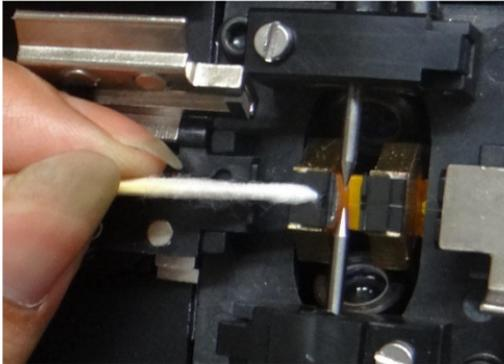

Abbildung 5.2
2. Verwenden Sie ein mit Alkohol getränktes Wattestäbchen, um die Oberfläche und den Boden der V-Rille zu reinigen. Zum Schluss sollte der Alkohol natürlich an der Luft trocknen oder mit dem trockenen Wattestäbchen abgewischt werden. In Abbildung 5.2 dargestellt.